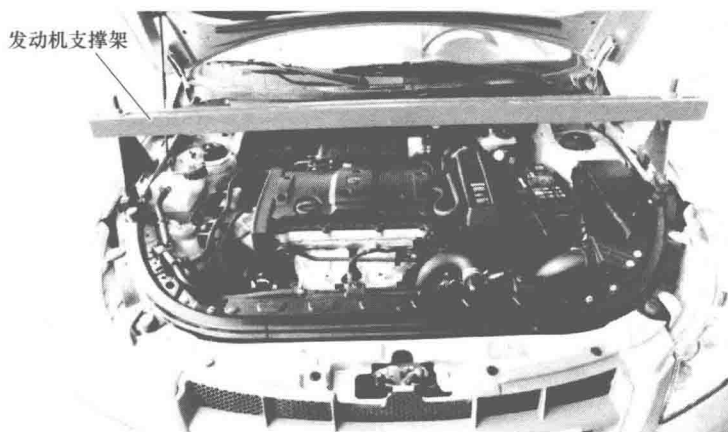

图 1-11 安装发动机支撑架
- ① 关闭点火开关，断开蓄电池负极电缆。
- ② 拧紧发动机支撑架上的两个固定螺母，将其固定在前车身（翼子板）上，如图 1-11 所示。